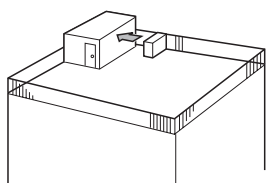

Fig. 2-4
- ① Спрямуйте отвір для виходу повітря до найближчої доступної стіни, яка розташована на відстані приблизно 500 мм. (Fig. 2-4)